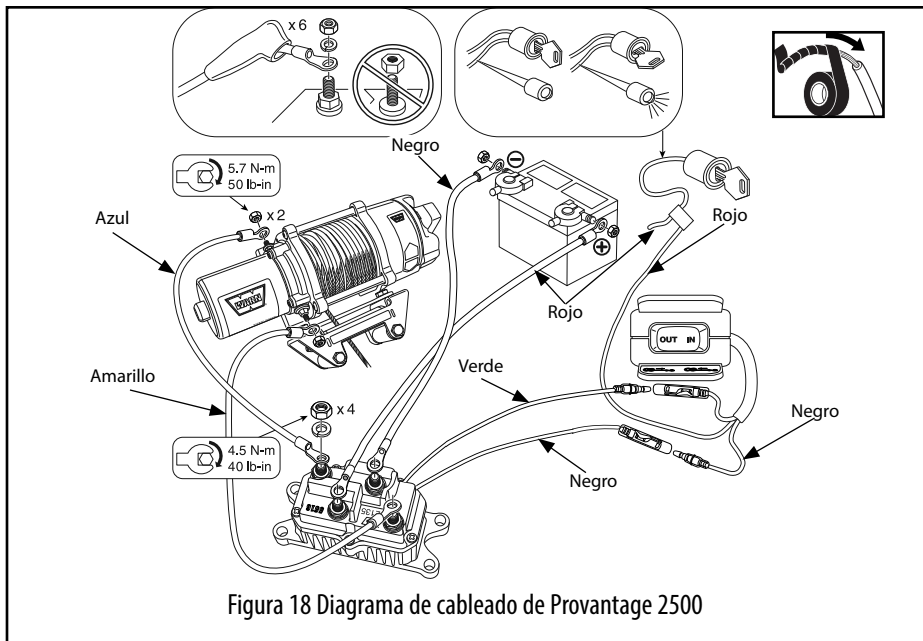

Figura 18 Diagrama de cableado de Provantage 2500
2. Coloque fundas de terminales en ambos extremos de los cables amarillo y azul. Ver la figura 18 en la página siguiente.